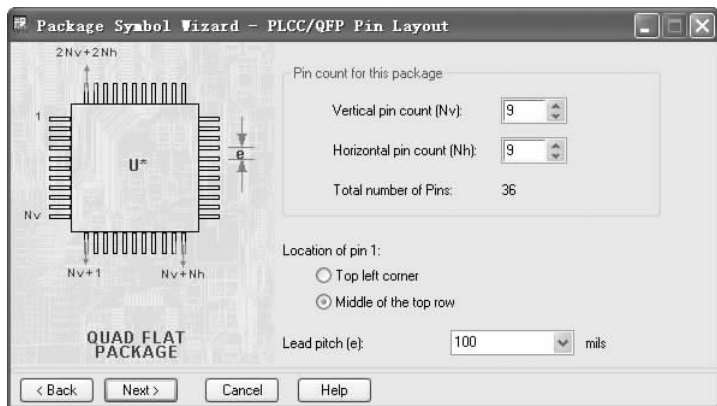

图 9-47 “Package Symbol Wizard – PLCC/QFP Pin Layout” 对话框
5) 单击 **Next >** 按钮，弹出如图 9-47 所示 “Package Symbol Wizard – PLCC/QFP Pin Layout” 对话框，定义封装引脚数。